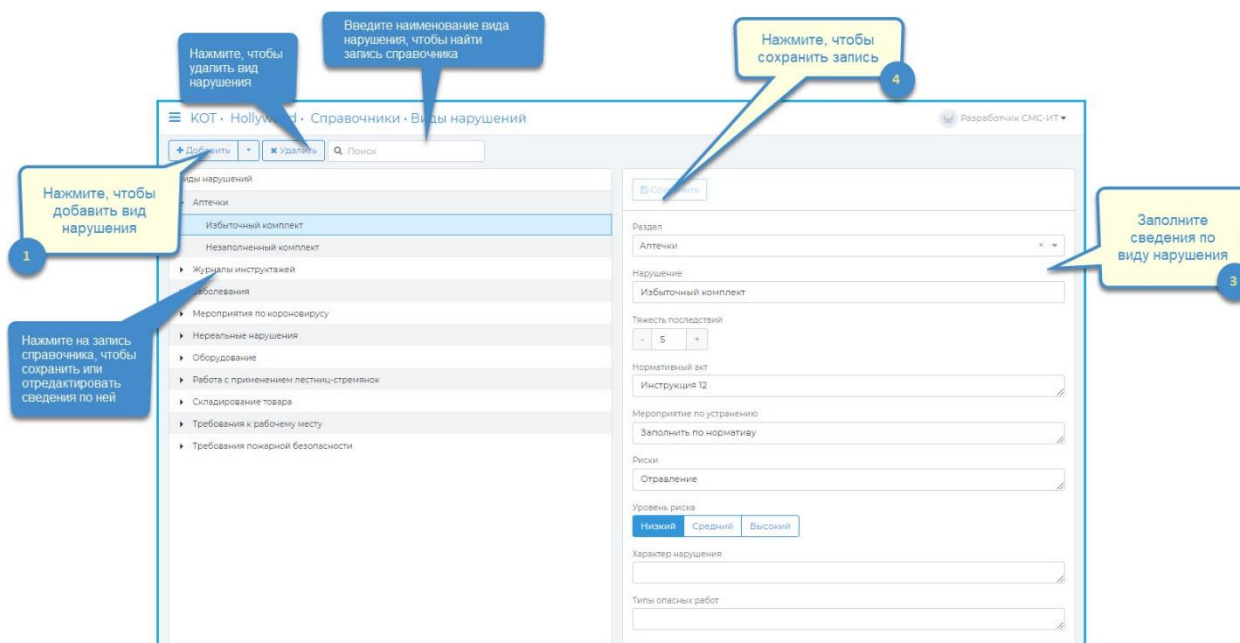

Рисунок 236 – Справочник «Виды нарушений» в режиме «Нарушения»
- **«Нарушения»**. В этом режиме можно просмотреть, а также добавить, редактировать или удалить какое-либо из нарушений, прикрепленное к определенному разделу нарушений (Рисунок 236).